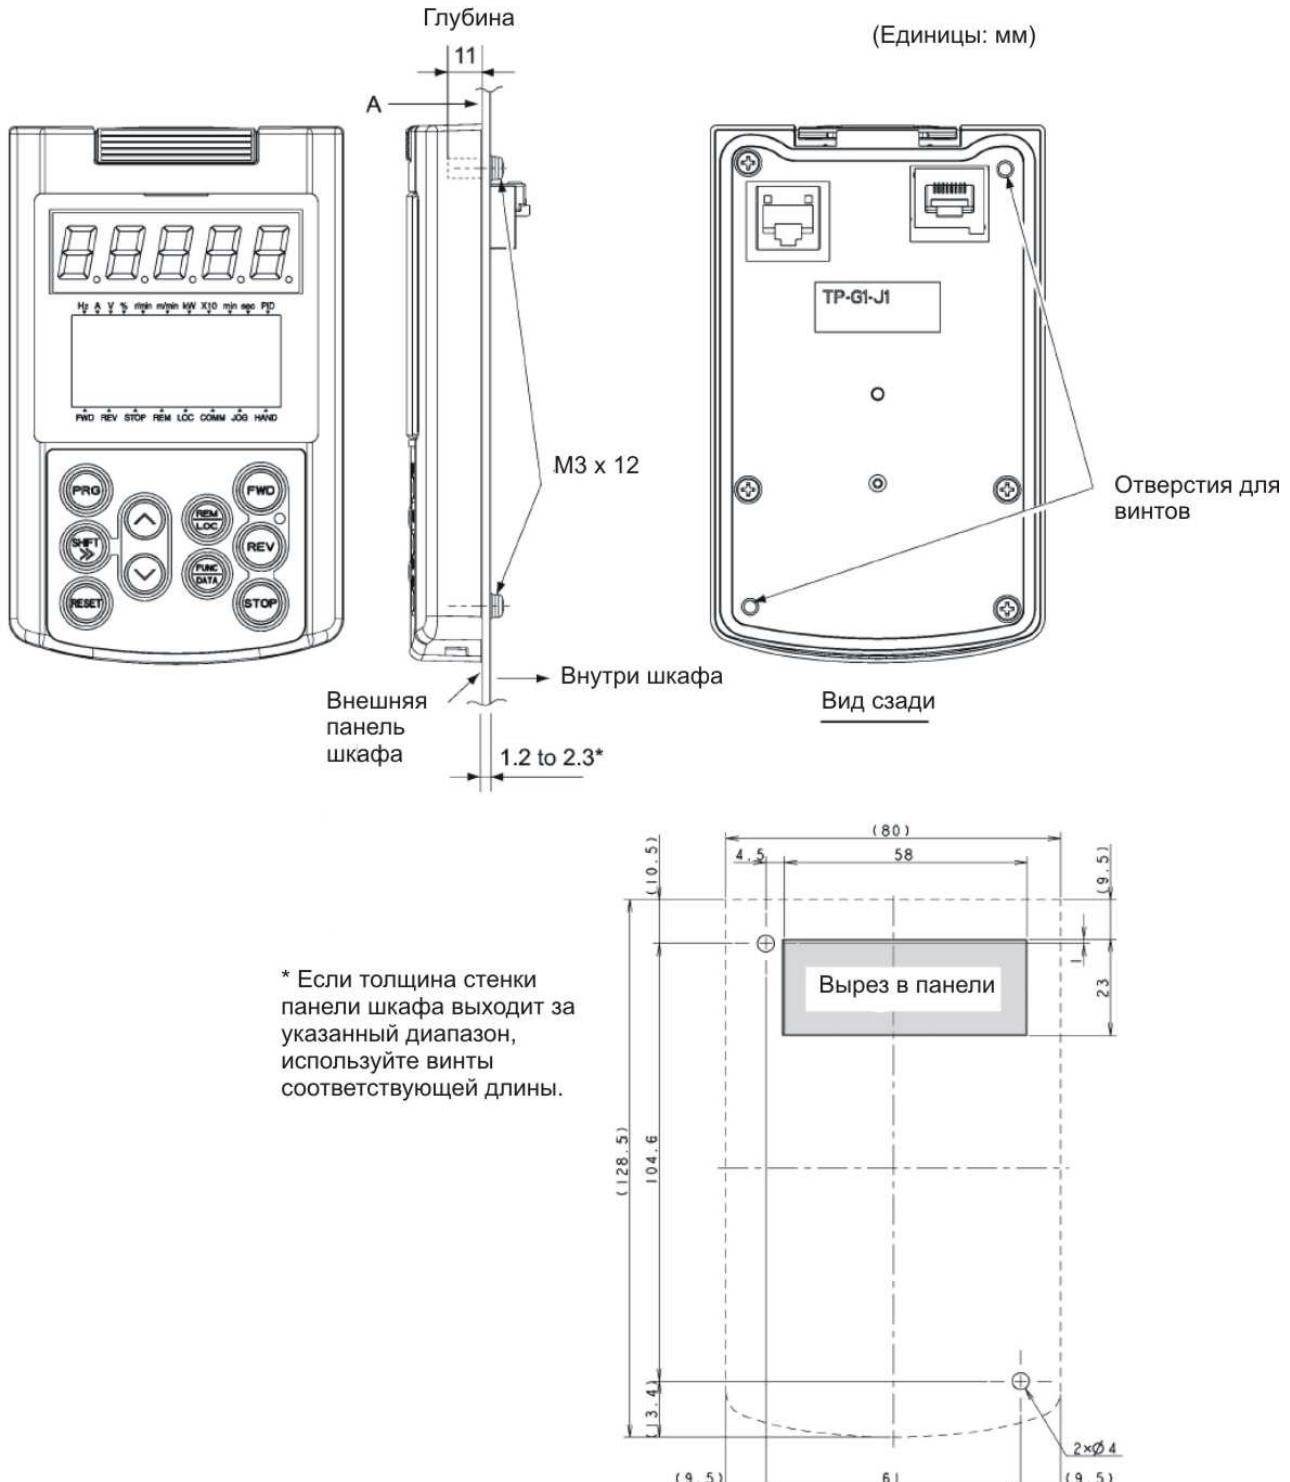

Рис. 2.6 Расположение отверстий для винтов и размеры выреза в панели шкафа
(Прим. 2) Используйте винты необходимой длины в зависимости от толщины стенки панели. (См. Рис. 2.6)
(1) Вырежьте в панели квадратное отверстие и просверлите два отверстия как показано на рис. 2.6.